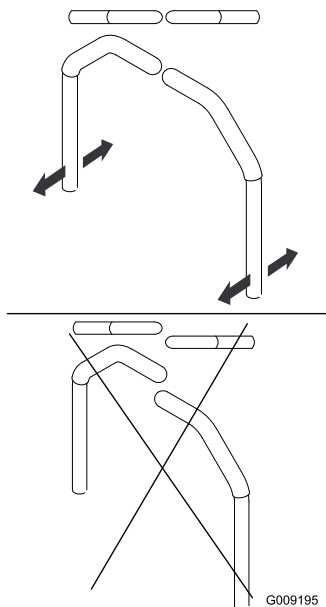

Figure 63
4. Réglez l'alignement avant/arrière des leviers en les plaçant simultanément à la position point mort puis faites-les coulisser jusqu'à ce qu'ils soient alignés, puis serrez les boulons (Figure 63).